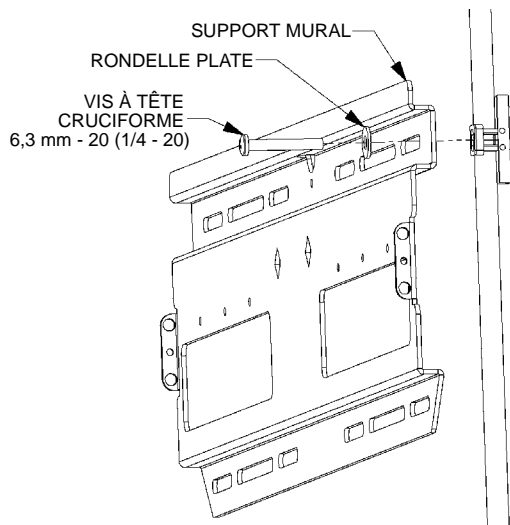

Figure 8.
7. En vous servant des vis à tête cruciforme 6,3 mm - 20 (1/4 - 20) (110) et des rondelles plates (50), sécurisez la fixation au mur (voir la Figure 8).